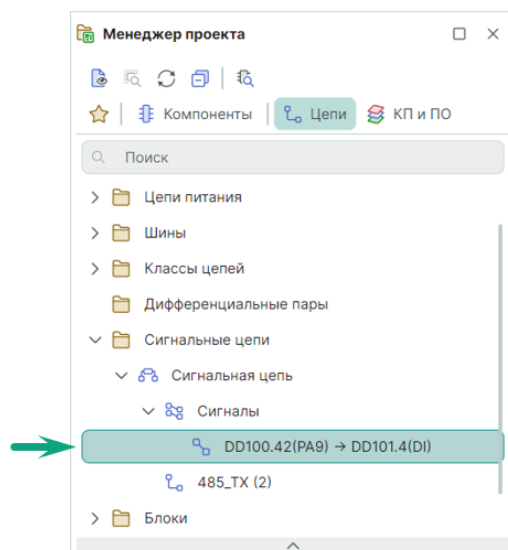

Рис. 155 Отображение сигнала в панели «Менеджер проекта»
2. В результате в панели «Менеджер проекта» → «Сигнальные цепи» → «Сигнальная цепь» → «Сигналы» отображается автоматически созданный сигнал «DD100.42(PA9) → DD101.4(DI)», см. Рис. 155.